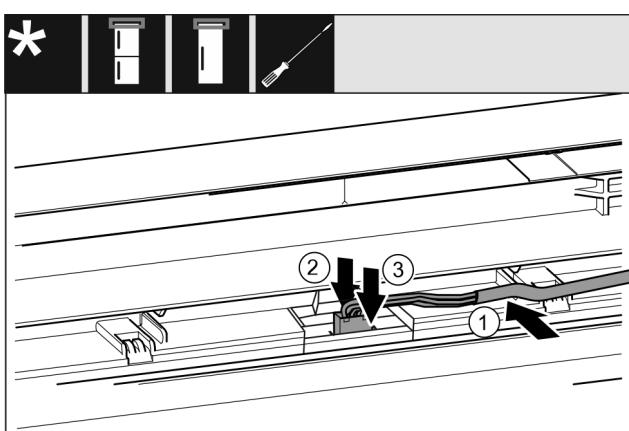

Fig. 46 制冷/冷冻组合/冰柜/冰箱\*
- ▶ 将电缆 Fig. 46 (1)置入上方冰箱门的导向装置。\*
- ▶ 将止动凸缘 Fig. 46 (2)向后按住。\*
- ▶ 插入插头 Fig. 46 (3)。\*